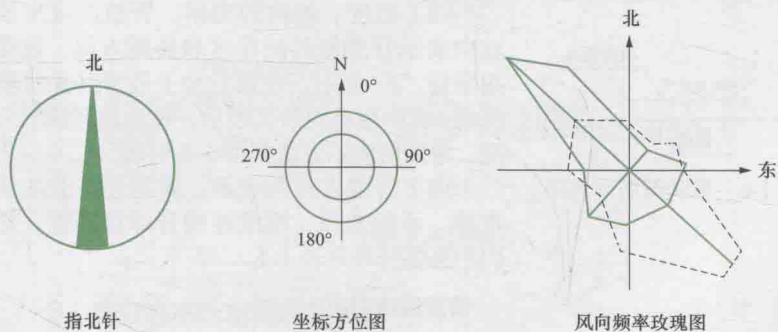

图 1-3 方位标
(3) 方位标的表示。确定管道安装方位基准的图标，称为方位标。管道底层平面上一般用指北针表示建筑物或管线的方位；建筑总平面图或室外总体管道布置图上还可用风向频率玫瑰图表示方向，如图 1-3 所示。